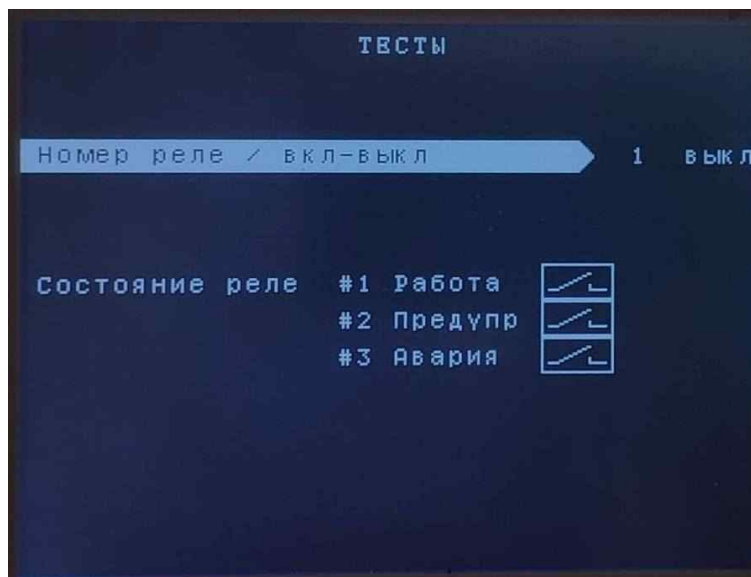

Рисунок 18 – Підрозділ «Реле сигналізації»
3.1. «Реле сигналізації» - підрозділ призначений для тестового вмикання/вимикання реле сигналізації МС (див. рисунок 18).